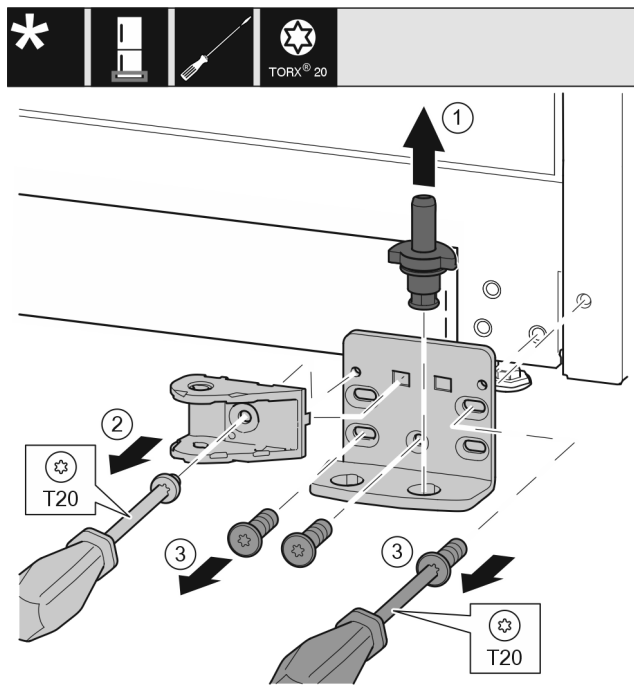

Fig. 23
- ▶ Tõmmake laagripolt täielikult ülespoole välja. Fig. 23 (1)
- ▶ Keerake kruvi kruvikeerajaga T20 välja ja võtke sulgemisamortisaatori ühendus maha. Fig. 23 (2)
- ▶ Keerake kruvid kruvikeerajaga T20 välja ja võtke laagripukk maha. Fig. 23 (3)